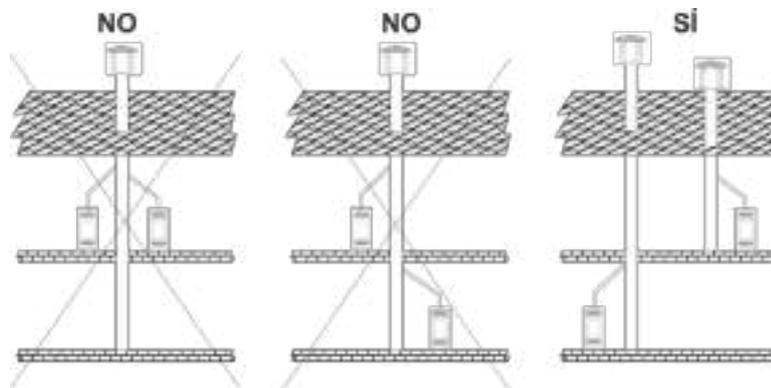

Fig 1
- No se debe conectar a ningún otro conducto, caldera, estufa o campana extractora de ningún tipo (fig. 1).